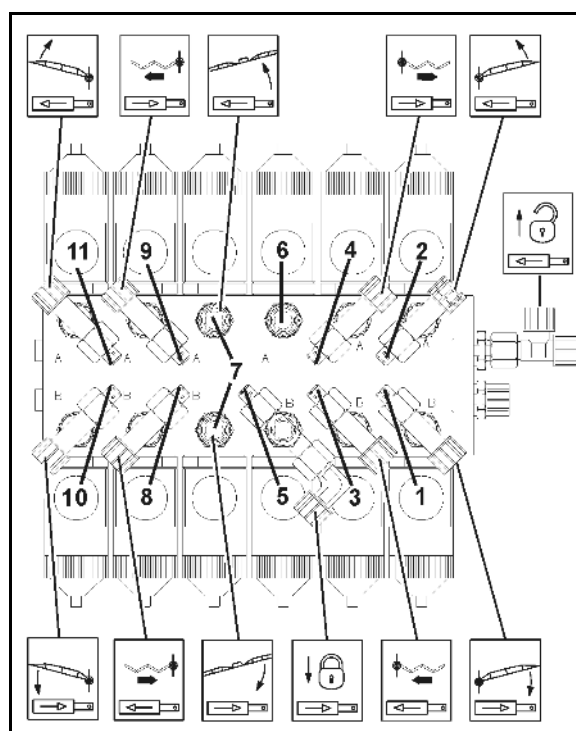

Fig. 196
1. Deșurubați capota (Fig. 196/1) de la acoperișul cabinei.